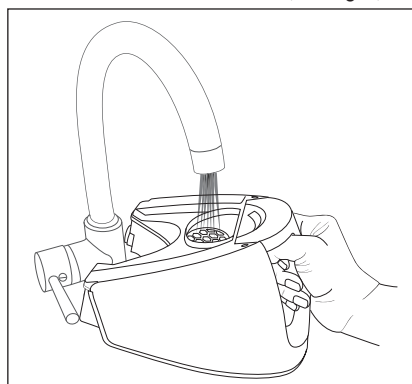

Fig. 2
- 1) Sortez le réservoir à eau ⑦ de l'appareil par la poignée.
- 2) Remplissez le réservoir à eau ⑦ en utilisant l'orifice de remplissage, exclusivement avec de l'eau du robinet ou distillée (voir fig.2).